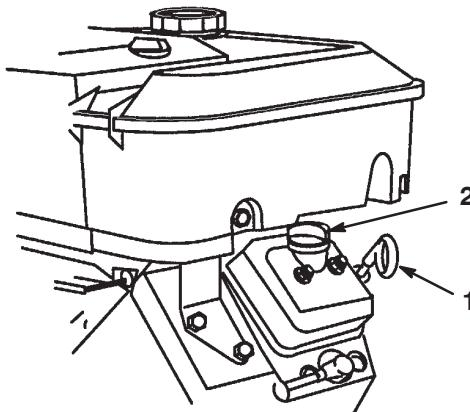

Figure 10
- Retirez la jauge et essuyez-la sur un chiffon propre (Fig. 10). Remettez la jauge dans le tube en vérifiant qu'elle est enfoncée au maximum. Sortez de nouveau la jauge et vérifiez le niveau d'huile.
- Si le niveau d'huile est bas, retirez le bouchon de remplissage du couvre-culasse (Fig. 10) et ajoutez la quantité d'huile nécessaire pour amener le niveau au repère maximum sur la jauge. Reportez-vous à la section Huile moteur, page 26, pour connaître le type d'huile et la viscosité qui conviennent. Versez l'huile lentement et vérifiez souvent le niveau durant la procédure. **Ne remplissez pas excessivement.**